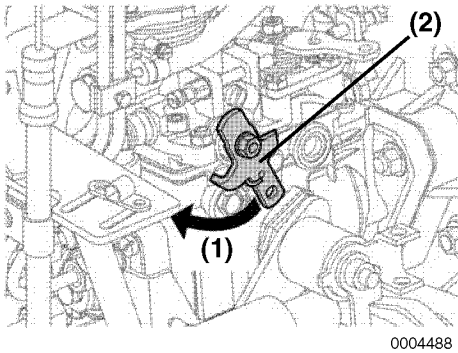

Abbildung 6
Wenn sich der Motor nicht mit dem Stoppschalter des Bedienbretts abschalten lässt, stoppen Sie den Motor, indem Sie den Stopphebel (**Abbildung 6, (2)**) manuell nach links bewegen (**Abbildung 6, (1)**). Der Hebel ist mit der Kraftstoffeinspritzpumpe verbunden.